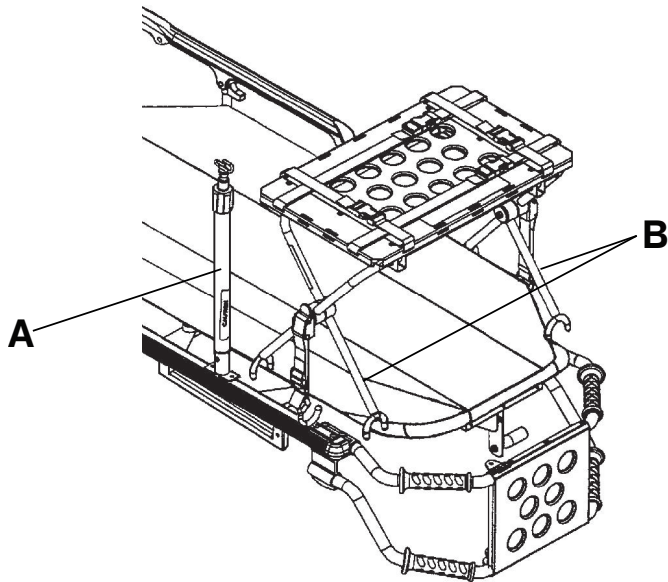

Figura 26 – Sollevare l'asta portaflebo e posizionare il vassoio del defibrillatore (mostrato nel modello 6506)
3. Se il dispositivo è dotato di asta portafelebo, sollevare quest'ultima (A) in posizione verticale (Figura 26).
5. Posizionare le gambe interne (B) della piattaforma verso il lato testa del dispositivo (Figura 26).